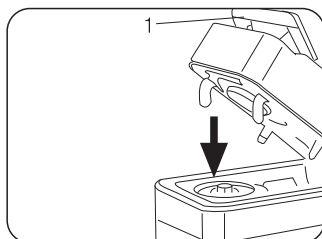
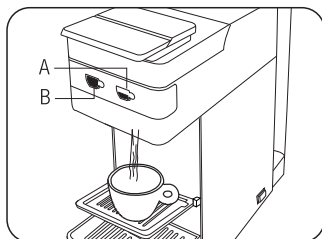

Fig. 9
Fig. 10
- Richiudere completamente la leva (1) (**Fig. 9**) e premere uno dei tasti erogazione corta (A), lunga (B) in base ai propri gusti (**Fig. 10**)
Erogazione lunga: Premere e tenere premuto il tasto (B). La macchina inizierà ad erogare acqua. Una volta raggiunto il livello d'acqua desiderato rilasciare il tasto (B). La macchina smetterà quindi di erogare acqua e rimarrà memorizzata la quantità per le ulteriori erogazioni. (**Fig. 10**)
La macchina inizierà ad erogare acqua. Una volta raggiunto il livello d'acqua desiderato rilasciare il tasto (A). La macchina smetterà quindi di erogare acqua e rimarrà memorizzata la quantità per le ulteriori erogazioni. (**Fig. 10**)